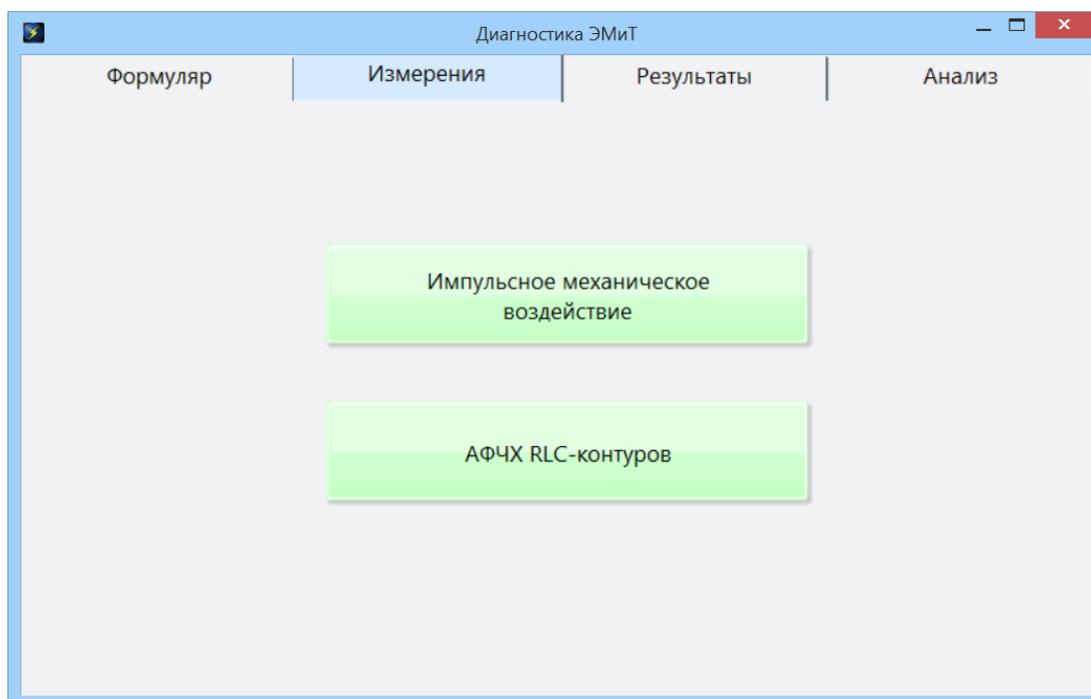

Рис. 11
3.3.14. После проведения импульсных механических воздействий и определения частотных характеристик, кнопки вкладки «Измерения» меняют цвет (рис. 11).